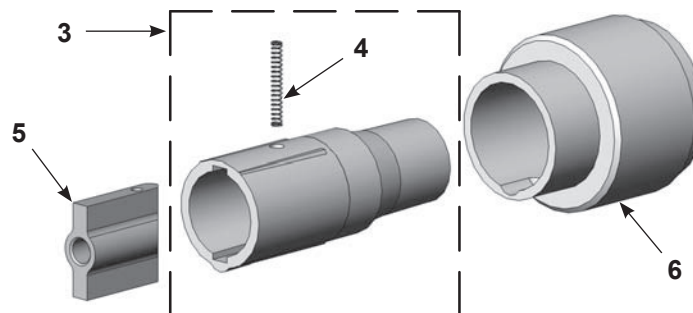

Figure 23 Support d'électrode SD
C. Voir la Figure 23 et la liste des pièces détachées pour les pièces de réparation du kit support d'électrode SD optionnel.